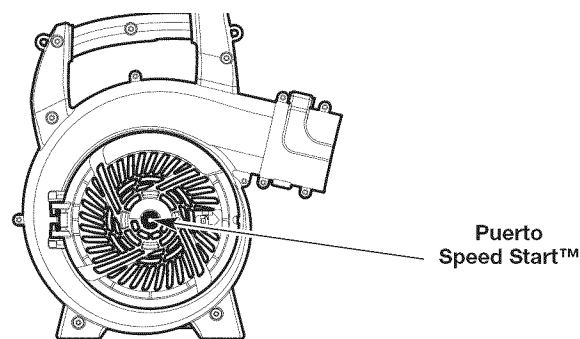

Fig. 9
7. **NO** apriete el control del acelerador. Inserte el accesorio Speed Start™ en el puerto Speed Start™ (Fig. 9). Consulte la sección *Funcionamiento* del manual del operador del accesorio Speed Start™.